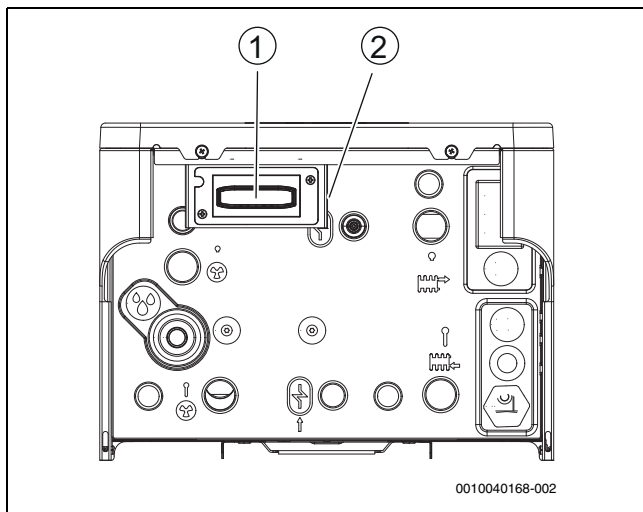

Bild 9 Connect-Key K3ORF-Platzierung
1. Hebel ausklappen (→ [2], Abb. 9).
2. Modul in den Halter einsetzen (→ [1], Abbildung 9).